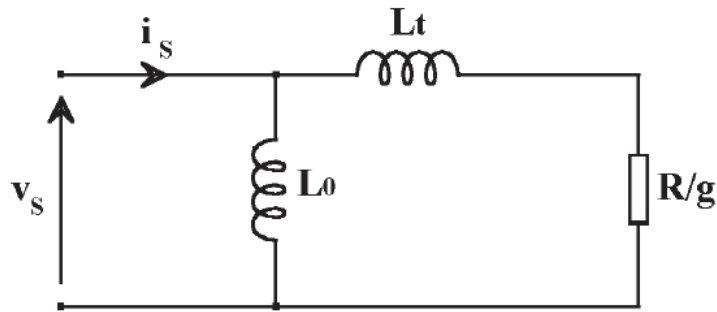

Figure 1
Nous supposons dans cette partie que les tensions alimentant les machines asynchrones sont triphasées sinusoïdales et que le modèle équivalent par phase (ramené au stator) de ces machines peut être assimilé au schéma simplifié de la Figure 1 (page 2).
- 2) A partir du modèle équivalent par phase de la Figure 1, donner une signification physique des éléments L_0 , L_t , R et g . Quels sont les deux autres éléments qui n'ont pas été pris en compte pour le modèle équivalent ?